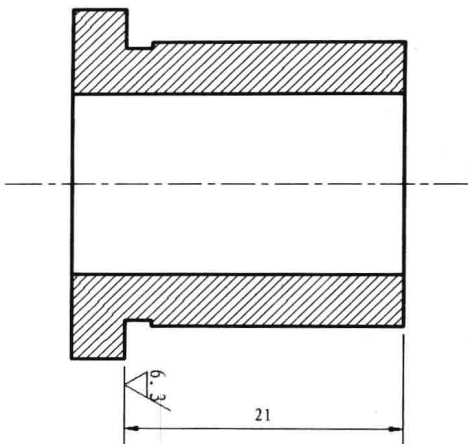

图 6-1-14
(2) 单击“确定”按钮，单击标注左侧尺寸界线，命令行提示“输入属性值，输入粗糙度值<0.0>”，输入“6.3”，按 Enter 键。在视图中插入顺时针旋转 90 度的属性块，如图 6-1-14 所示。